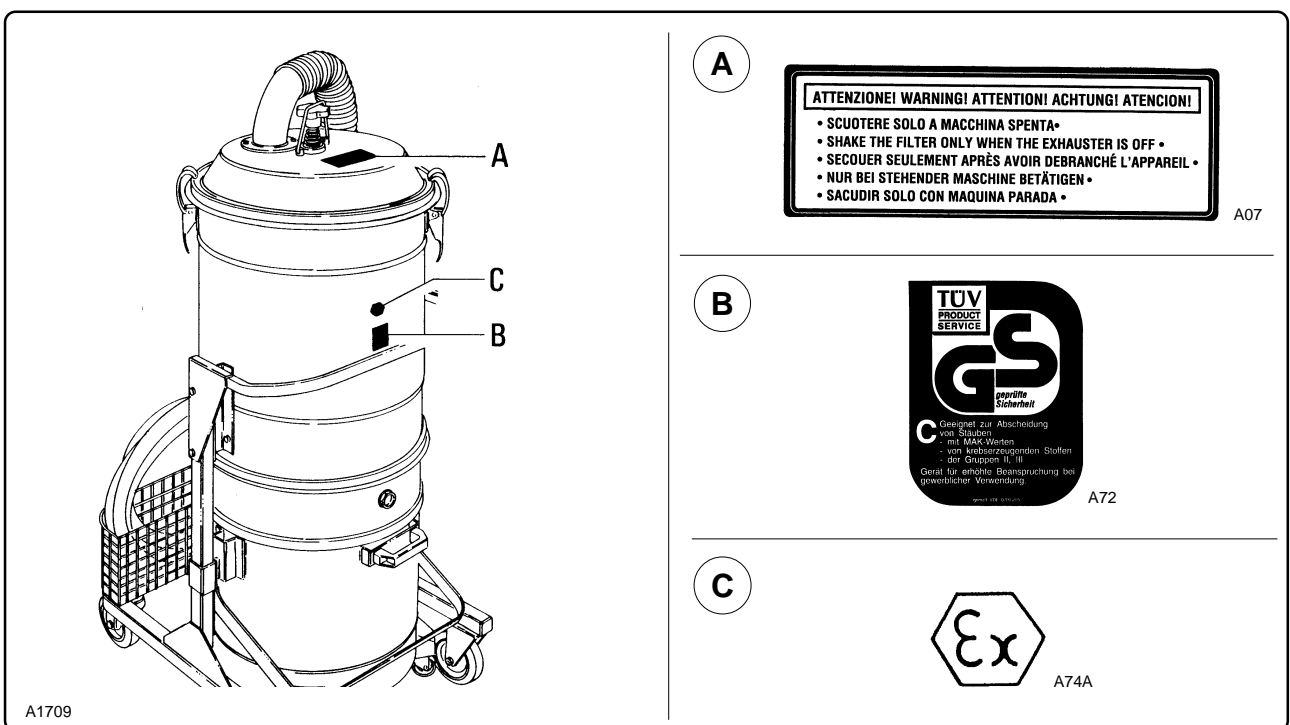

Fig. 3.2.1
3.2 - Targhe di avvertenza (fig. 3.2.1)
3.2 - Warning plates (fig. 3.2.1)